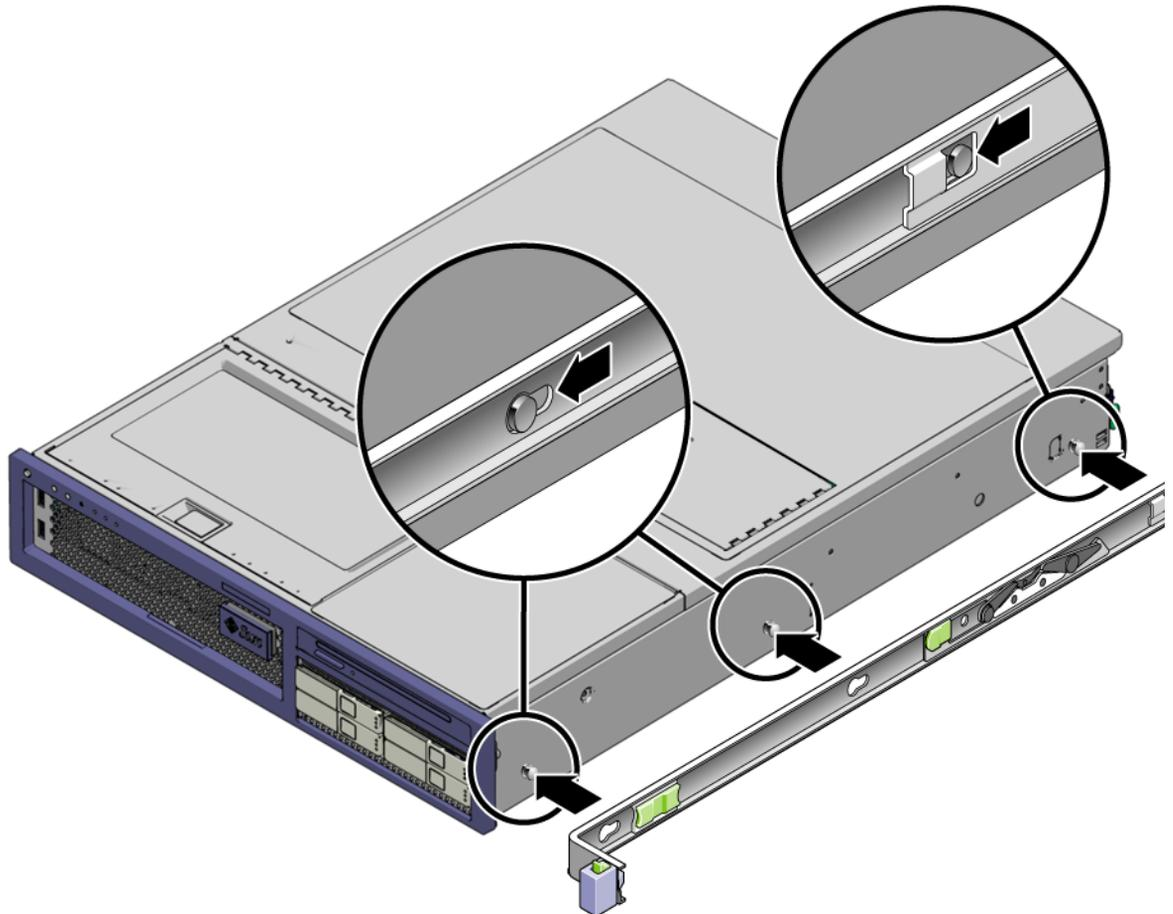

FIGURE 2-4 Fixation d'un support de montage au châssis
- a. Placez le support de montage contre le châssis du serveur (FIGURE 2-4) de sorte que le verrou du rail coulissant se trouve à l'avant et que les trois ouvertures du support de montage soient alignées sur les trois broches de repère sur le côté du châssis.
- c. Vérifiez que les trois broches de repères sont piégées dans les ouvertures et que la broche de repère arrière a engagé le verrou du support de montage, comme indiqué dans la partie droite de la FIGURE 2-4.